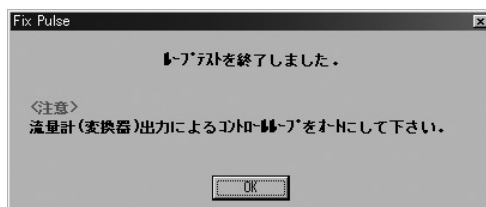

図64
- ⑤ 「Stop」ボタンをクリックすると図64のようなメッセージボックスが現れますので、「OK」ボタンをクリックしてください。